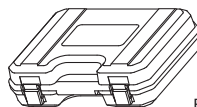

Fig. 49
5) Cassetta di trasporto (Fig. 49)